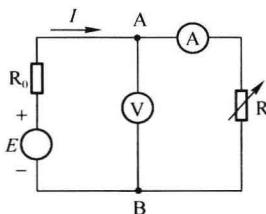

图 1.1 用组合测量法测量有源二端网络的内阻
(3) 组合测量：在某些测量中，被测量与多个未知量有关，测量一次无法得出确切的结果，需改变测量条件进行多次测量，然后根据被测量与未知量的函数关系列方程组求解才能得出被测量的测量方法。如图 1.1 所示为测量有源二端网络的内阻  $R_0$  的电路图，其中  $U_{AB}$  为网络端口电压， $E$  为等效电动势，式中  $R_0$  和  $E$  均为未知量，采用直接或间接测量都不能直接得出结果，可采用组合测量法。改变二端网络的负载  $R_L$ ，